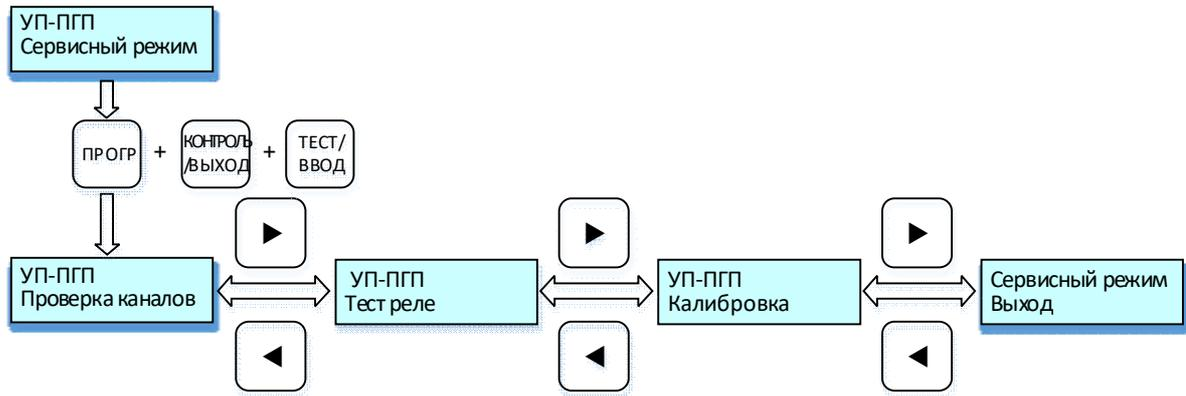

Рисунок 19 – Циклограмма выводимых сообщений на дисплей меню «УП-ПГП Сервисный режим».
2.4.3.27 Для входа в пункт меню «УП-ПГП Сервисный режим» (см. рис. 19) выполнить процедуры: